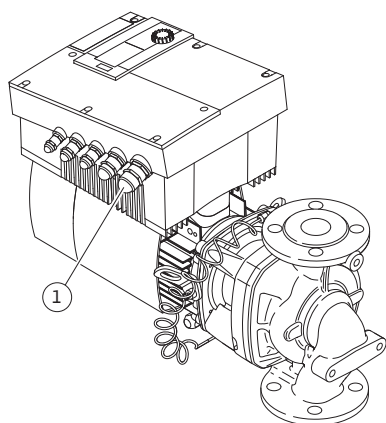

Fig. 28: Кабельный ввод M25
- Кабель для подключения к сети нужно проводить через кабельный ввод M25 (рис. 28, поз. 1).